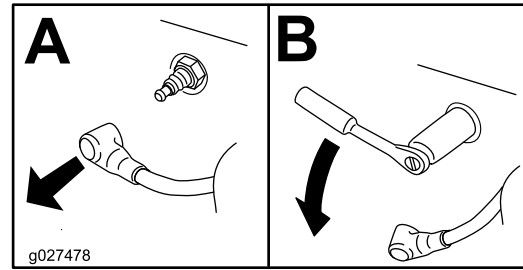

Figura 40
4. Retire la bujía (Figura 40).